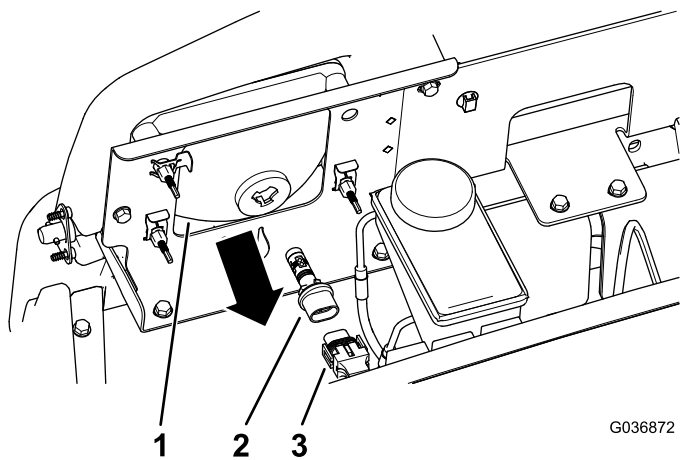

Figura 51
- Desligue o conector elítrico para a cablagem do conector do conjunto da lâmpada, na parte de trás do compartimento do farol (Figura 51).
- Rode o conjunto da lâmpada 1/4 de volta para a esquerda e mova-o para trás, para fora do compartimento do farol (Figura 51).
- Insira o novo conjunto da lâmpada e alinhe as linguetas no conjunto da lâmpada com as ranhuras no compartimento do farol (Figura 51).
- Fixe o conjunto da lâmpada rodando-o 1/4 de volta para a direita (Figura 51).
- Ligue o conector elítrico para a cablagem ao conector do novo conjunto da lâmpada (Figura 51).